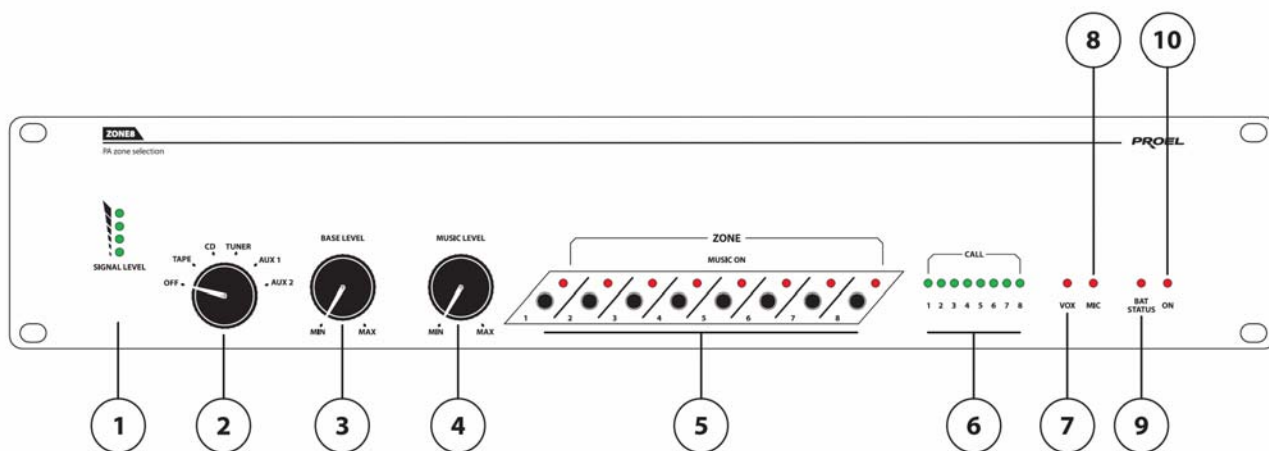

fig.1
**NB-** Il led spia sul pannello frontale **rif.9-fig.1** si attiva quando tale alimentazione scende sotto la soglia di 19 VDC.